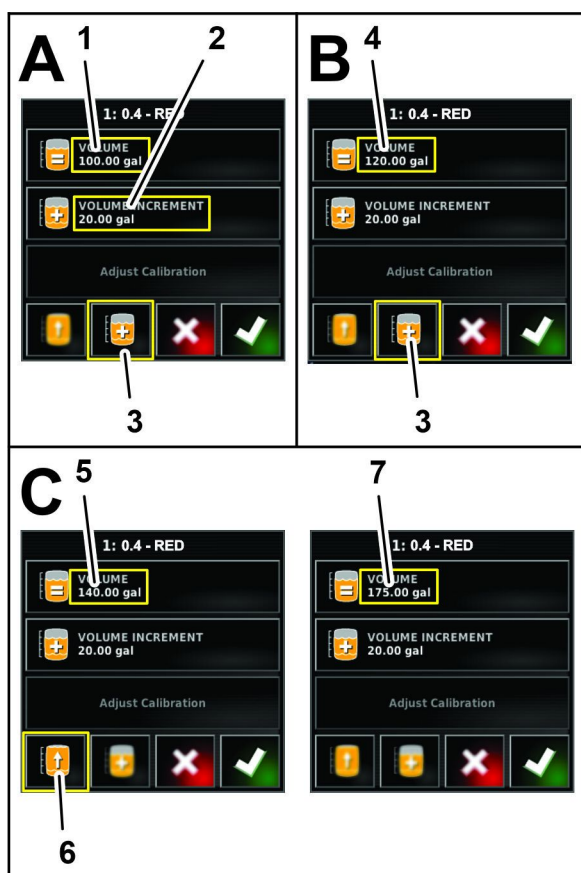

Figura 127
4. Se dovete aggiungere in modo graduale dei prodotti chimici all'acqua, premete l'icona INCREMENTO DI VOLUME (Figura 127).
5. Con il tastierino numerico a video inserite l'incremento del volume del prodotto (per esempio dei prodotti chimici all'acqua) che aggiungerete all'acqua, quindi premete l'icona di Conferma (Figura 127).
6. Se dovete aggiungere in incremento dei prodotti chimici all'acqua, aggiungete il prodotto nel serbatoio e premete l'icona QUANTITÀ DI INCREMENTO DEL PRODOTTO (Figura 127).
7. Se dovete riempire il serbatoio fino alla sua capienza con un prodotto o acqua, potete premere l'icona RIEMPIMENTO FINO ALLA CAPIENZA DEL SERBATOIO (Figura 127).